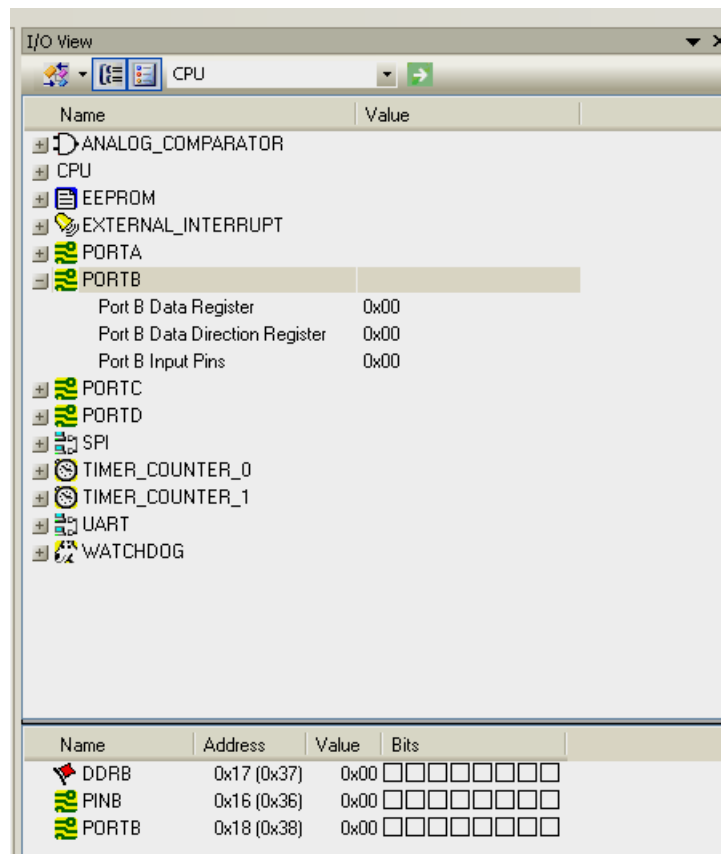

Рис.2.5. Окно устройств ввода/вывода
Открыть окно Ввода-вывода (**I/O View**) можно, выполнив **View/Toolbar/(I/O)** или нажав **Alt+5**. В окне отобразятся элементы архитектуры выбранного микроконтроллера (рис.2.5). Окно позволяет наблюдать работу любого периферийного устройства.
- в виде отдельных окон (**Module Split View**). При выборе устройства во втором окне появляются регистры, ему принадлежащие (см. рис.2.5). При этом плюсиком раскрываются названия этих регистров и элементы управления, в которые можно установить необходимые значения. Состав второго окна можно изменить в выпадающем списке главного меню.